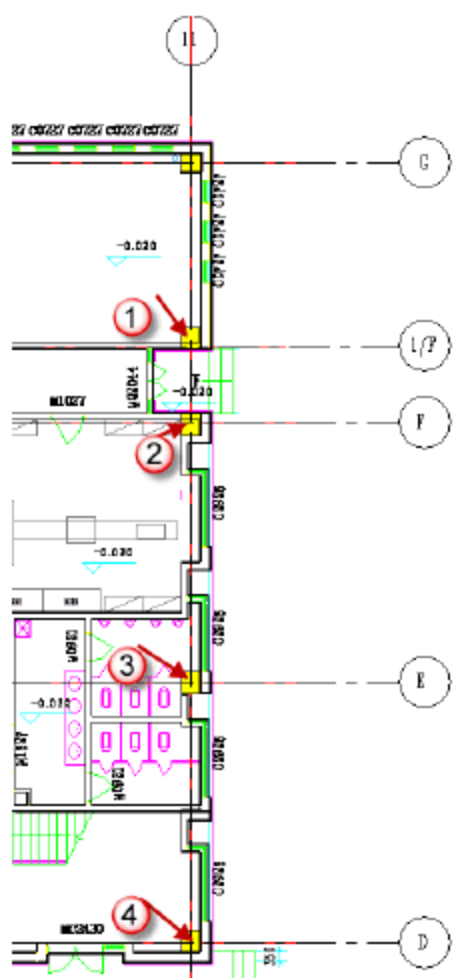
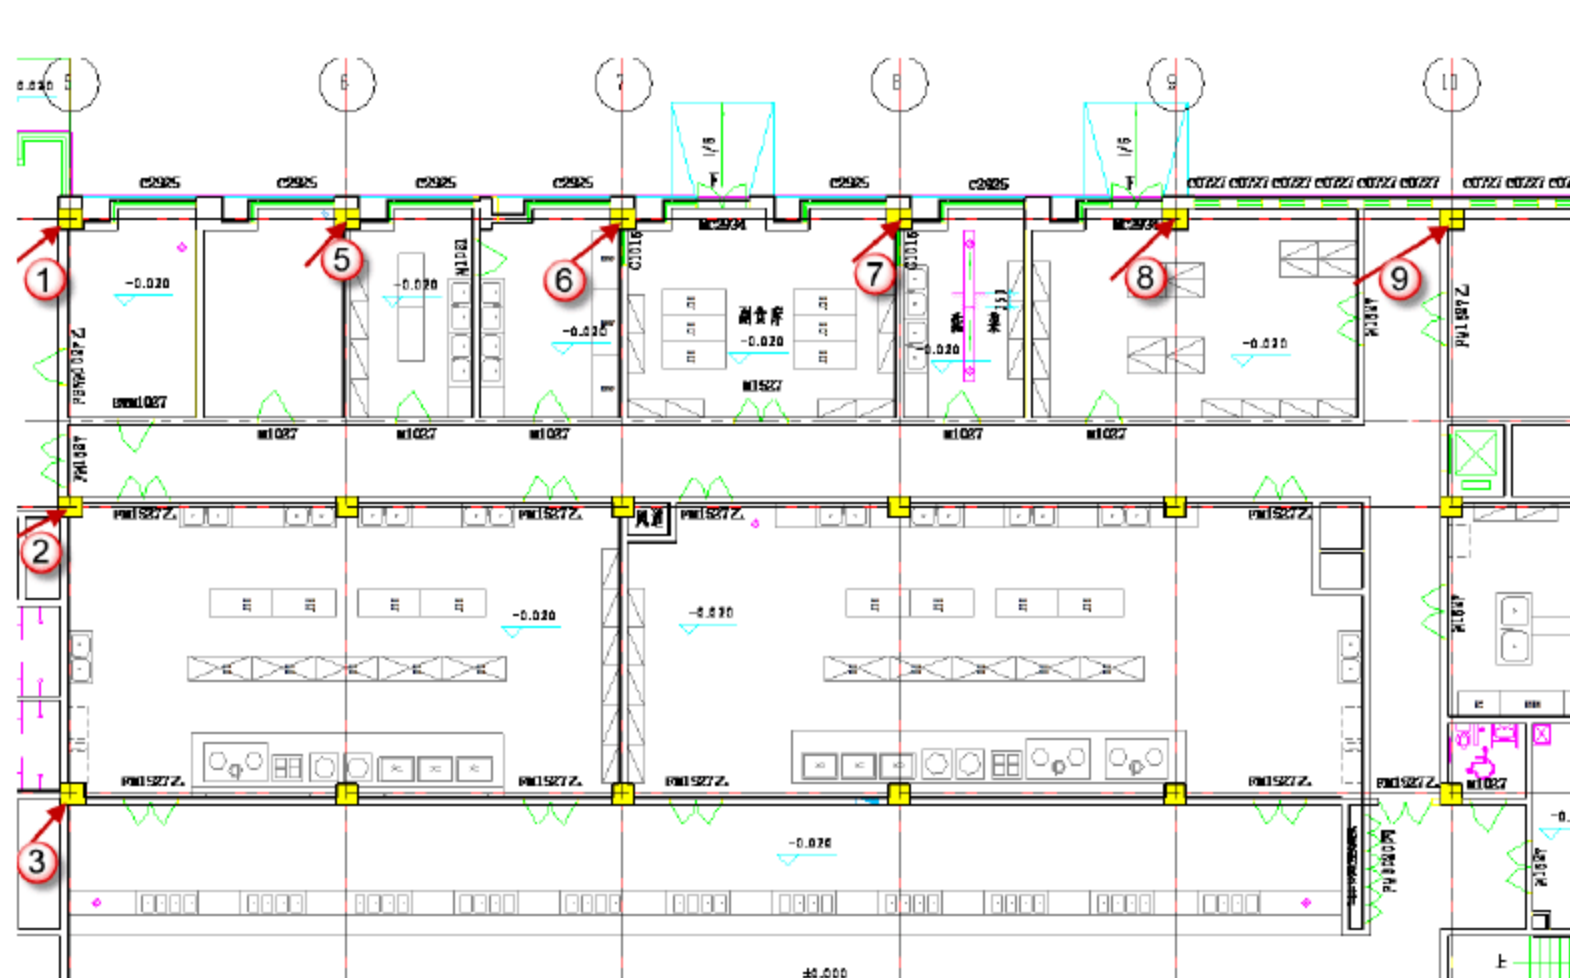

图 10.2.72 “600\*700”矩形柱的绘制部分对齐点图 4
图 10.2.73 “600\*700”矩形柱的绘制部分对齐点 5
(10) D 轴到 E 轴和 6 轴到 11 轴之间“600\*700”建筑柱的绘制。选择“建筑”→“柱”→“建筑柱”命令，将光标对准如图 10.2.72 所示的对齐点，再单击对齐。选中 2 轴和 G 轴交点处的柱子，按快捷键 C+O，将“多个”复选框选中，按如图 10.2.73 所示的对齐点依次复制，完成后可以按 Esc 键退出。